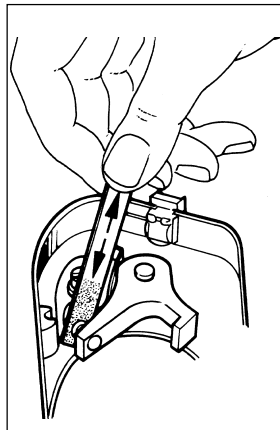

Fig. 10
- Ouvrir les vis platinées et enlever toute trace de poussière (Fig. 10).